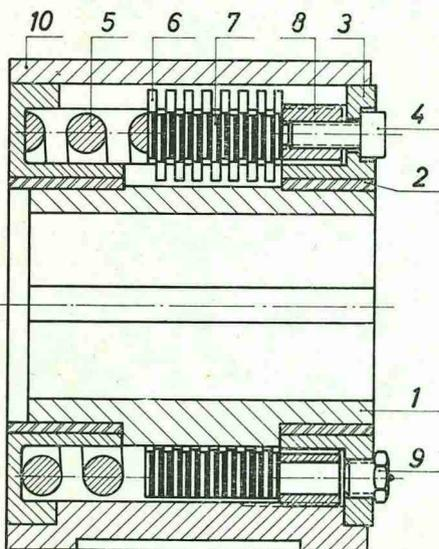
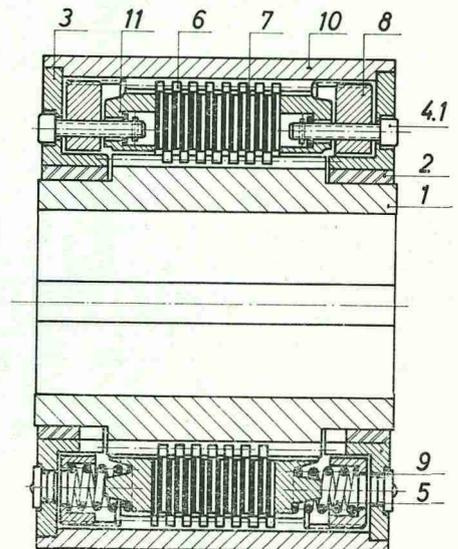

Abbildung 1
Abbildung 2
Ortlinghaus-Anlaufkupplungen werden je nach der Größe und dem Verwendungszweck in verschiedenen Ausführungen geliefert. Baugröße 07 bis 15 mit einseitiger Stellmutter nach Abb. 1; ab Baugröße 23 mit doppelseitiger Stellmutter nach Abb. 2. Das durch Zentrierbüchse (3) doppelseitig auf dem Lamellenträger (1) gelagerte Gehäuse (10) hat innen für die Aufnahme der Außenlamellen (6) Nuten bzw. Verzahnung. Die Innenlamellen (7) werden auf dem Lamellenträger ebenfalls durch Nuten oder Verzahnung gehalten. Der zur Übertragung eines bestimmten Drehmomentes erforderliche Anpreßdruck wird bei den kleineren Kupplungen nach Abb. 1 durch eine Zentralfeder, bei den größeren Kupplungen nach Abb. 2 durch mehrere in der Stellmutter angeordnete Federn (5) erzeugt. Die Stellmutter (8) und die Zentrierbüchsen (3) sind durch Zylinderkopfschrauben (4 bzw. 4.1) verspannt und hierdurch gegen Verdrehung gesichert. Zur Schmierung der Kupplung sind in den Zentrierbüchsen Schmiernippel (9) vorgesehen.
Bei **Modell 700/704-07 bis 700/704-25** (siehe Abb. 1) ist es ohne Schwierigkeiten möglich, beim Einstellen die Stellmutter unter Federdruck zu verstellen. Bei **Modell 700/704-31 bis 700/704-47** (siehe Abb. 2) würde die hierfür erforderliche Kraft zu groß werden. Es sind deshalb zusätzliche Federaufnahme-Druckscheiben (11) vorgesehen, die vor der Einstellung durch die Zylinderkopfschrauben (4.1) zurückgezogen werden können. Hierdurch wird das Lamellenpaket von dem Federdruck entlastet, so daß die Stellmutter ohne Schwierigkeiten verdreht werden kann.
#### Zu Abb. 1 und 2
4. Zylinderkopfschraube (Abb. 1)
- 4.1 Zylinderkopfschraube mit Stift (Abb. 2)
11. Federaufnahme-Druckscheibe (Abb. 2)
**Modell 700/704-07 bis 700/704-25** (Abb. 1). Die auf den Zentrierbüchsen sichtbaren Zylinderkopfschrauben (4) sind zu lösen. Durch Drehen der Zentrierbüchse mittels Schlüssel wird die hiermit verbundene Stellmutter in axialer Richtung verschoben.
**Modell 700/704-31 bis 700/704-47** (Abb. 2). Die auf den Zentrierbüchsen sichtbaren Zylinderkopfschrauben (4.1) sind durch Linksdrehung zu lösen. Durch Weiterdrehen in der gleichen Drehrichtung wird die Federaufnahme-Druckscheibe (11) zurückgezogen und hierdurch das Lamellenpaket entlastet. Die Zentrierbüchse kann jetzt leicht verdreht werden, wodurch die Stellmutter in axialer Richtung verschoben wird. Nach erfolgter Einstellung wird durch Rechtsdrehen der Zylinderschrauben zunächst der Federdruck auf das Lamellenpaket wieder freigegeben, dann beim Weiterdrehen durch Verspannen der Stellmutter gegen die Zentrierbüchsen die Einstellung gesichert.
**Bild 1** zeigt die Type ELK mit der Ankerbuchse (8), den Mitnehmerschrauben (14) für die Ankerscheibe (6) und dem Alu-Belag (5). Die Serien dieser Ausführung sind Ende 1960 ausgeliefert. Nach Auslieferung der Restbestände und evtl. bei Reparaturaufträgen erfolgt grundsätzlich die Lieferung nach Bild 2.
**Bild 2:** Die Kupplungsnahe ist um das Längenmaß der Ankerbuchse (8) verlängert worden. Der Ausschaltweg der Ankerscheibe (6) wird jetzt durch den Sicherungsring (20) begrenzt und die radiale Mitnahme erfolgt über die angenietete und innenverzahnte Abschirm lamelle (18). Sie ist gleichzeitig die letzte Innenlamelle des Lamellenpaketes.
Die durch Körnerschlag gesicherten Schrauben (14) (Bild 1) lösen und die Ankerbuchse (8), bzw. den Sicherungsring (20) (Bild 2), entfernen und dann die Ankerscheibe (6) und das Lamellenpaket (4) abheben.
Meßbar ist nur die Verschleißreserve (12) und nicht der Luftspalt (13). Dazu die Kupplung einschalten und die Fühllehre (11) in einen der Meßschlitze (10) zwischen Alu-Belag (5), bzw. Abschirm lamelle (18) (Bild 2) und Ankerscheibe (6) einführen und Abstand zwischen Zahnkopf am Spulenkörper (1) und Ankerscheibe (6) messen. Die Fühllehre (11) soll mit leichtem Widerstand verschiebbar sein. Kupplung abschalten und Einstellung auf die Nennverschleißreserve (siehe Tabelle) durch Lösen der Klemmschrauben (16) und Verdrehen der Stellmutter (3) vornehmen. Entfernt sich die Stellmutter (3) vom Schleifring (2) so wird die Verschleißreserve größer, nähert sie sich ihm, so wird die Verschleißreserve kleiner. Sie vergrößert oder verkleinert sich bei einer Umdrehung der Stellmutter um 1 mm. Anschließend Stellschraube (16) festziehen und Verschleißreserve (12) überprüfen. Nach beendeter Einstellung den festen Sitz der Stellmutter kontrollieren.